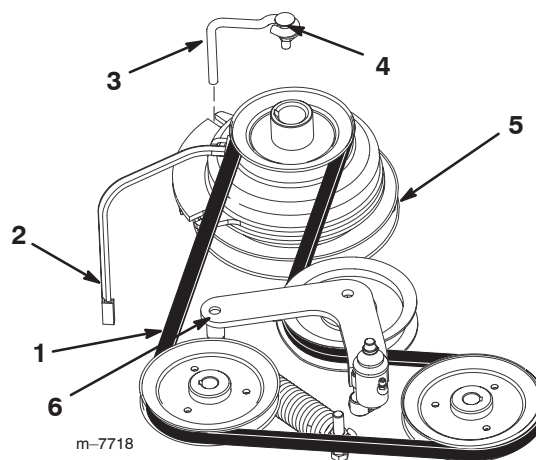

Figure 59
2. Retirez le boulon de la butée de l'embrayage et débranchez le fil de l'embrayage électrique (Fig. 59).
4. Déposez la courroie de transmission des poulies du moteur et de la pompe hydraulique (Fig. 59).
5. Installez la courroie neuve sur les poulies du moteur et de la pompe hydraulique (Fig. 59).
7. Relâchez le bras de renvoi (Fig. 59).